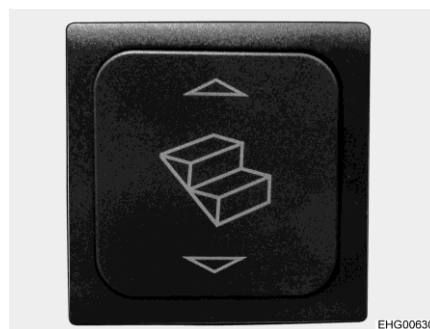

Fig. 3 Commutateur à bascule marchepied
- Appuyer sur le commutateur à bascule (Fig. 3) vers le bas jusqu'à ce que le marchepied soit entièrement sorti.
- Appuyer sur le commutateur à bascule (Fig. 3) vers le haut jusqu'à ce que le marchepied soit entièrement ressorti.